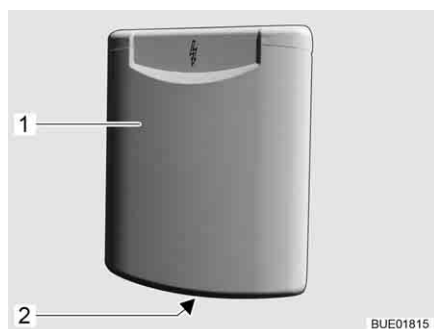

Fig. 76 Portillon pour le raccordement 230 V
- Dans la poignée encastrée (Fig. 76,2), saisir le portillon extérieur (Fig. 76,1) et le faire basculer vers le haut.